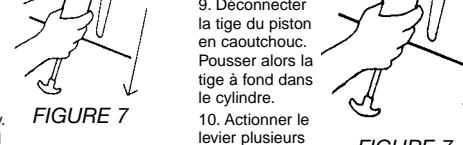

FIGURE 7
8. To prime the grease gun: Apply pressure to the rod handle by standing the grease gun on a workbench and pulling down on the barrel while pumping the lever handle at the same time. (see figure 7)
8. Amorçage du pistolet graisseur : Exercer une pression sur la poignée de la tige en posant le pistolet debout sur un établi et en tirant le cylindre, tout en actionnant le levier (voir figure 7). Si le pistolet est muni d'une valve de décharge d'air, appuyer dessus ; dans le cas contraire, desserrer légèrement la partie avant tout en tirant le cylindre.
7. To prime the grease gun: Apply pressure to the rod handle by standing the grease gun on a workbench and pulling down on the barrel while pumping the lever handle at the same time (See figure 7). If your gun has an air relief valve, press it; if not, slightly loosen the head as you pull down on the barrel.
7. Amorçage du pistolet graisseur : Exercer une pression sur la poignée de la tige en posant le pistolet debout sur un établi et en tirant le cylindre, tout en actionnant le levier (voir figure 7). Si le pistolet est muni d'une valve de décharge d'air, appuyer dessus ; dans le cas contraire, desserrer légèrement la partie avant tout en tirant le cylindre.